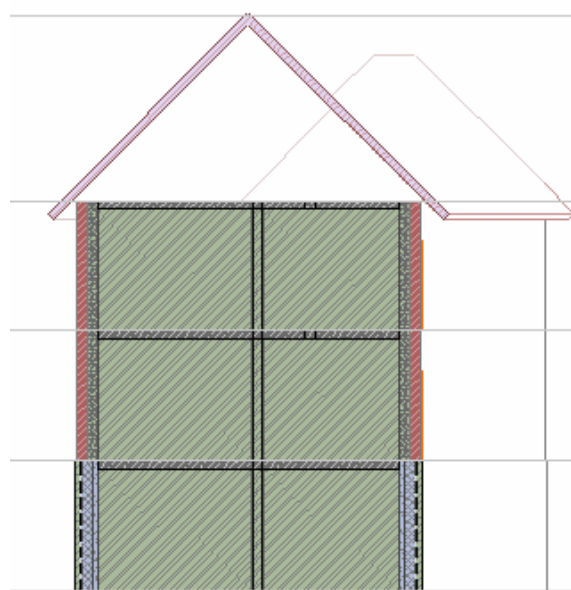

Рис. 77
6. Активизируйте разрез **1-1**, созданный по умолчанию. Как видим (рис. 77), разрез получился не очень выразительным. Далее поработаем над ним, делая его более привлекательным и информативным. Сначала изменим вид штриховки стены в этом разрезе.